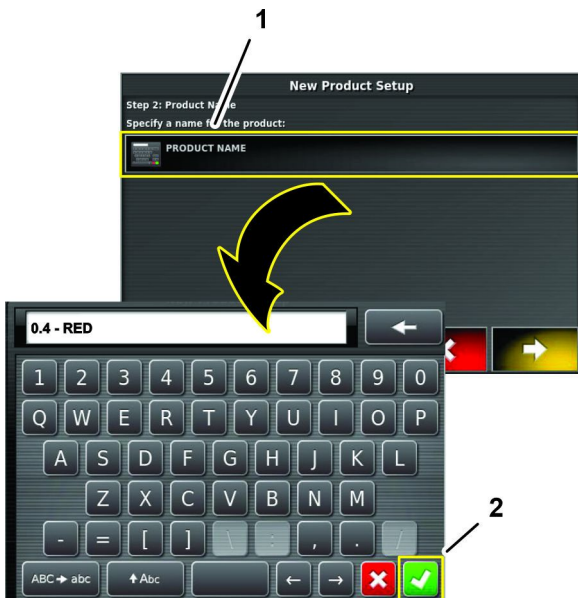

Рисунок 118
7. Нажмите на значок «НАЗВАНИЕ МАТЕРИАЛА», введите название материала с помощью клавиатуры на дисплее и нажмите на значок подтверждения (Рисунок 118).